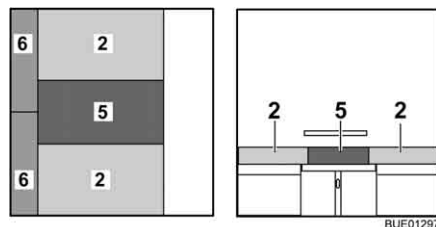

Bild 120 Nach dem Umbau
- Das Zusatzpolster (Bild 120,5) zwischen die Sitzpolster auf den Tisch legen.
- Die Zusatzpolster (Bild 120,6) zwischen die Sitzpolster und die Wand legen.